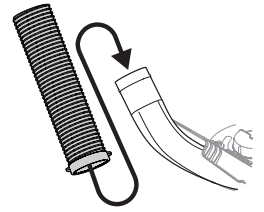

Figure 28
2. Soulevez par les poignées situées dans la partie inférieure du tuyau d'arrosage. Faites glisser le tuyau d'arrosage sur l'assemblage de la botte sur le plateau de coupe, comme illustré à la Figure 28.